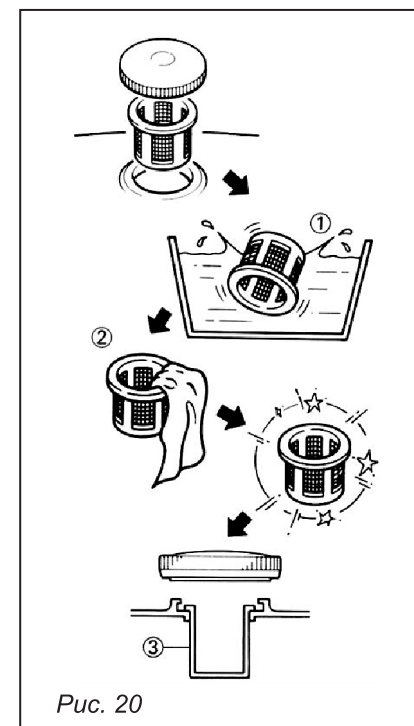

Рис. 20
8.5. Очистка фильтра бензобака (рис. 20)
- Открутите крышку бензобака и снимите сетчатый пластмассовый фильтр (1) бензобака, расположенный под крышкой бензобака.